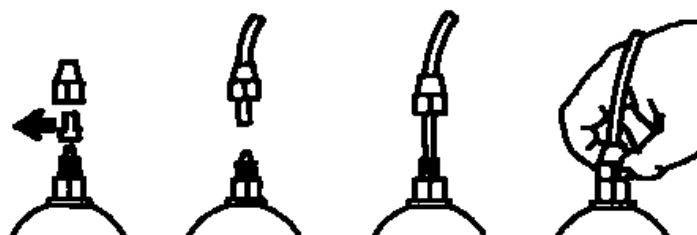

Bild 7
- Entfernen sie die Schutzkappe von dem Schlauchnippel und schieben sie den Schlauch vollständig darüber. Danach sichern sie den Schlauch mit den Überwurfmuttern Bild 7.